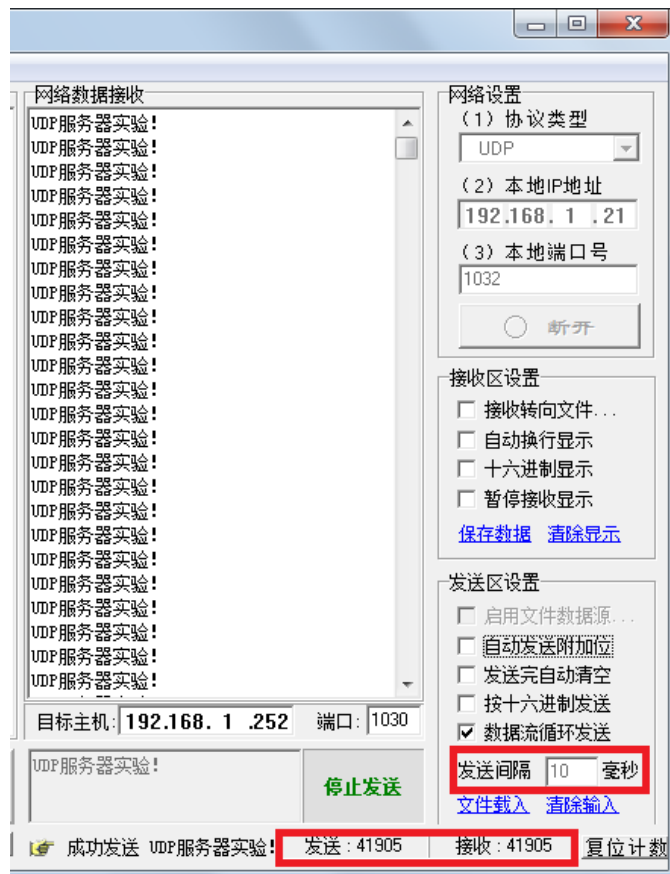

图 23 实验结果
(5) 点击图 22 的“发送”，则可以看到开发板发来的数据，如图 23 所示。
由图 23 可以看出，发送字节数为 41905，接收到的字节数为 41905，程序运行正确。